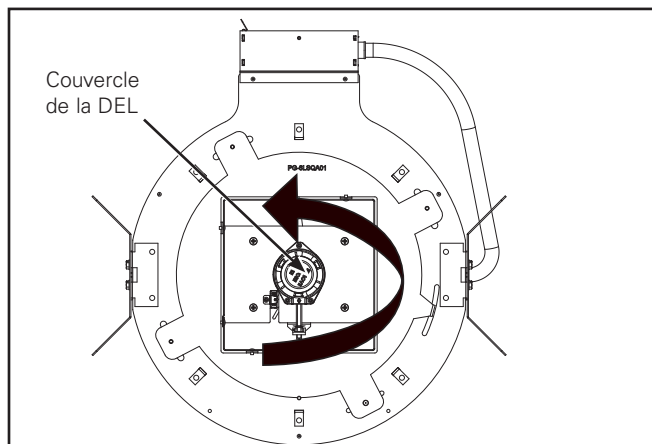

Figure 9.
3. Retirez le couvercle protecteur de la DEL (Figure 9) du boîtier en tournant dans le sens antihoraire.